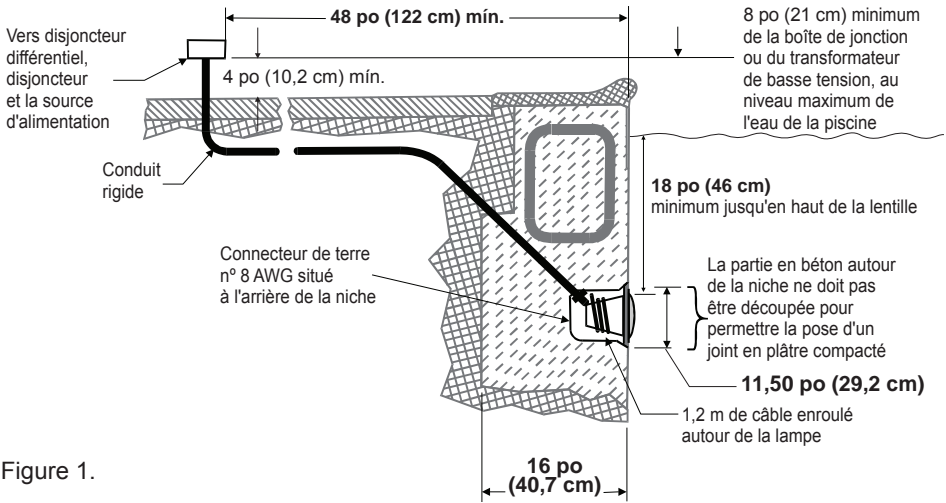

Figure 1.
- La boîte de jonction (ou, pour **les modèles de 12 volts**, le transformateur de basse tension) est située à au moins vingt (20) centimètres (8 pouces) au-dessus du niveau du sol et à au moins 122 cm (48 po) du bord de la piscine, Figure 1 à la page 7.
- La niche humide doit être correctement installée de manière que le bord supérieur de la lentille de la lampe se trouve à au moins 46 cm (18 po) en dessous de la surface de l'eau de la piscine, Figure 1 à la page 7.
- La niche humide doit être correctement électriquement raccordée et mise à la terre via le connecteur de terre de 8 AWG situé à l'arrière de la niche, Figure 1.
6. Laissez au moins 1,2 m (4 pi) de cordon enroulé(s) autour de la lampe, Figure 1 à la page 3. Ce 1,2 m de cordon enroulé autour de la lampe permettra de connecter la lampe une fois que la piscine sera remplie d'eau.
**AVANT DE COMMENCER : Les étapes suivantes 1-8 (pages 4-7) décrivent les tâches que l'électricien doit accomplir avant d'installer l'appareil d'éclairage IntelliBrite. Consultez le schéma de la Figure 1 à la page 7.**
- La boîte de jonction (ou, pour les modèles de 12 volts, le transformateur de basse tension) est située à au moins 20 cm au-dessus du niveau maximal de l'eau et à au moins 1,2 m du bord de la piscine, Figure 1.
- La niche humide doit être correctement installée de manière que le bord supérieur de la lentille de la lampe submersible se trouve à au moins 46 cm en dessous de la surface de l'eau de la piscine, Figure 1. (Au Canada, pas à une profondeur de plus de 51 cm.)
1. Introduisez le cordon dans le conduit jusqu'à la boîte de jonction, en laissant au moins 1,2 m de cordon enroulé autour de l'appareil d'éclairage (ceci permet de connecter la lampe une fois la piscine remplie d'eau). Consultez la Figure 1 ci-dessous.
21. Enroulez au moins 1,2 m de cordon autour de la lampe (Figure 1 à la page 3). Ceci permet de faire l'entretien de la lampe une fois la piscine remplie d'eau.